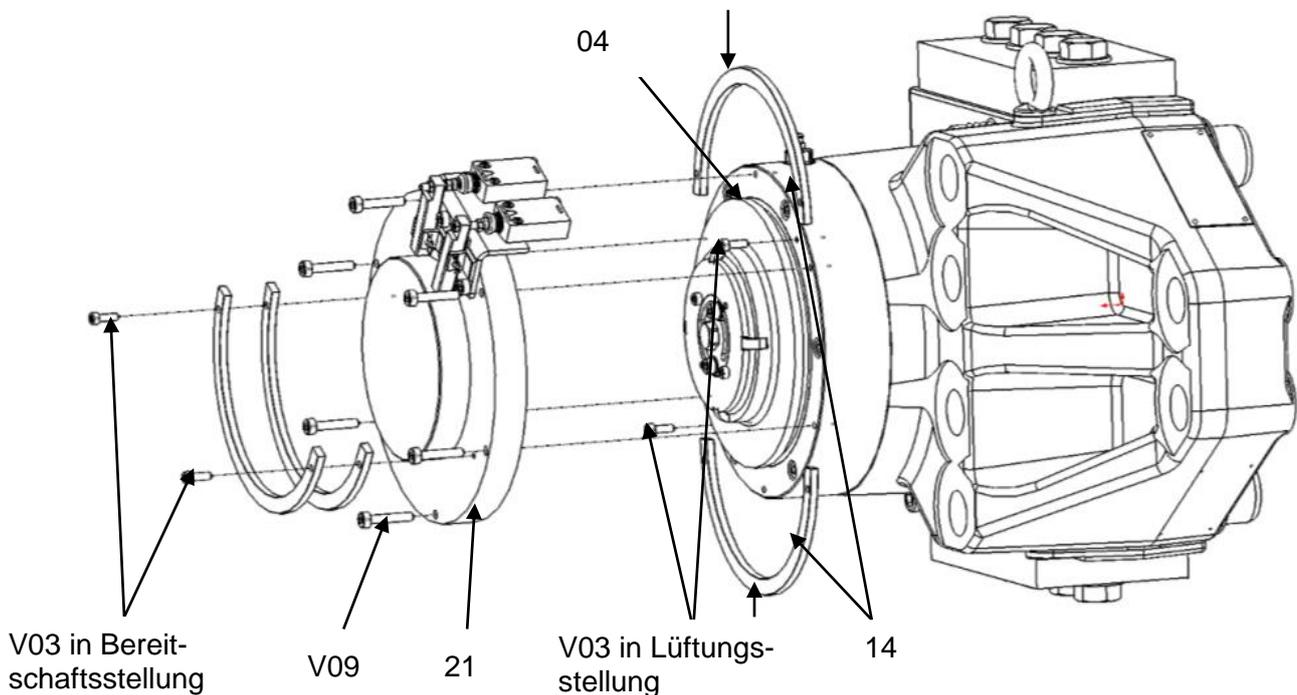
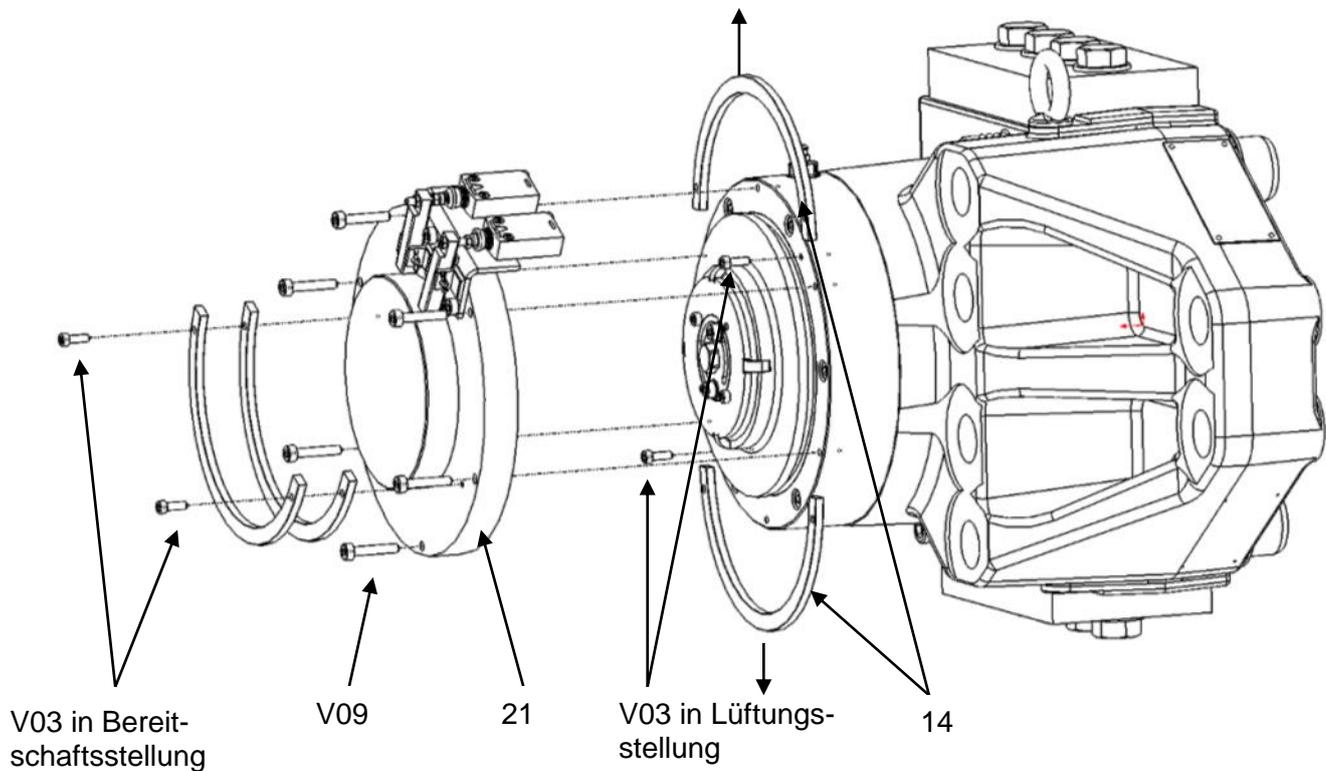

Bild 5.2
Bild 5.3
5. Legen Sie die 2 Haltesegmente **14** in die Kolbennut **04** Bild 5.2.
4. Entfernen Sie die 2 Haltesegmente **14** Bild 5.2 und befestigen Sie sie – übereinander – mit den 2 Schrauben **V03** in der Bereitstellungsstellung an der Abdeckung **21** siehe Bild 5.3.
5. Setzen Sie die Abdeckung **21** wieder auf und ziehen Sie die 6 Schrauben **V09** an Bild 5.2, Kapitel 5.1.
2. Entfernen Sie die Abdeckung **21** mittels der 6 Schrauben **V09** Bild 5.2.
8. Setzen Sie die Abdeckung **21** Bild 5.2 wieder auf und ziehen Sie die 6 Schrauben **V09** an.